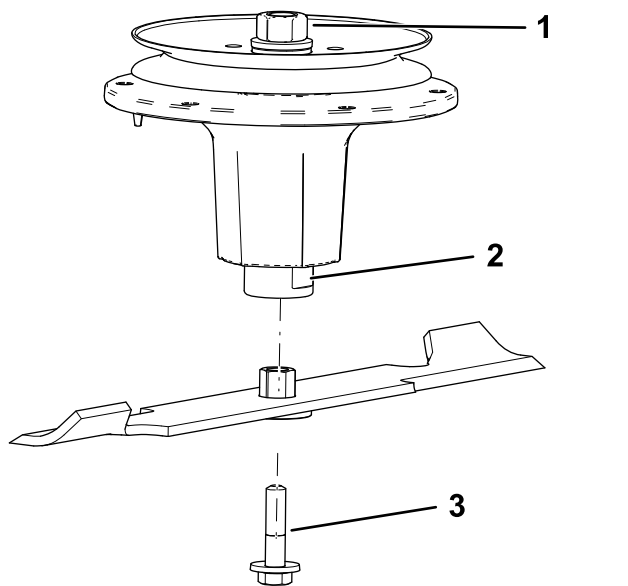

Figura 79
2. Instale o conjunto do casquilho/lâmina no eixo (Figura 79).